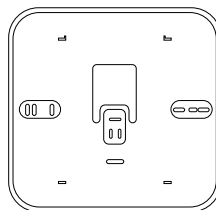

Fig. 10
- Montare, se necessario, la placca di supporto alla scatola elettrica, fornita all'interno del kit (fig. 10).
Il Sensore Ambiente Wireless esegue un monitoraggio continuo del livello di carica delle batterie, la cui durata è di circa 2 anni. Quando la carica si sta esaurendo, il display visualizza il simbolo  (fig.10). Provvedere a sostituire le pile come precedentemente descritto.